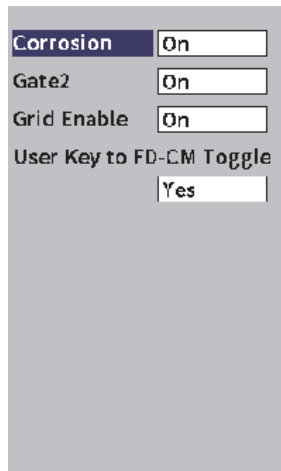

Figura 11-34 Cuadro de diálogo de Corrosión
3. Seleccione el ícono **Corrosion** () para abrir el cuadro de diálogo **Corrosion** (vea la Figura 11-34 en la página 225). Consulte la sección «Navegación a través de los cuadros de diálogo y páginas de configuración» en la página 40 para obtener más detalles sobre cómo usar los cuadros de diálogo.